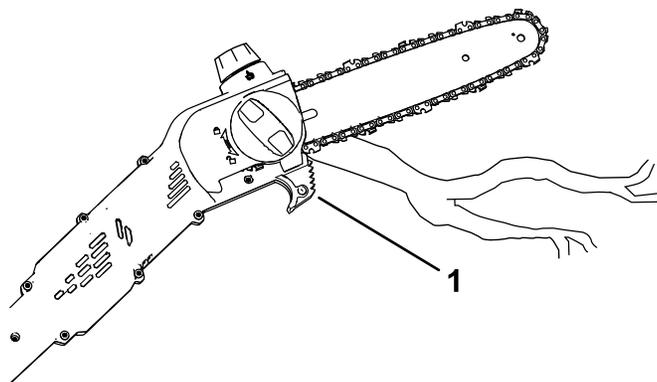

図 12
5. 枝をガイドバーの後部近く、カッティングガイドの近くで木材を切ります。ソーチェーンを木材に軽く押し当て、ポールソーの重さで切断します(図 12)。